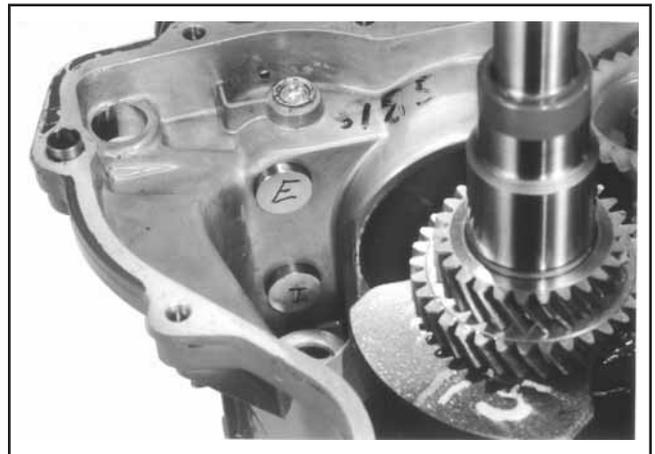

Figura 11-11b. Instalar Elevadores Hidráulicos.
3. Anote a marca ou identifique com uma etiqueta os elevadores hidráulicos, bem como a admissão ou o escape. Instale os elevadores hidráulicos no cárter. Consulte a Figura 11-11b.